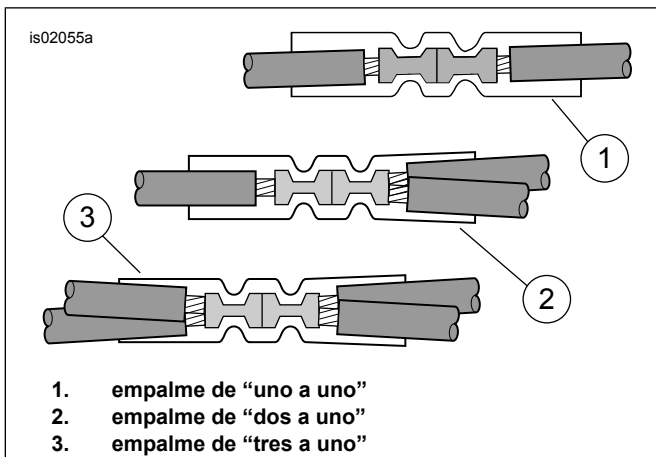
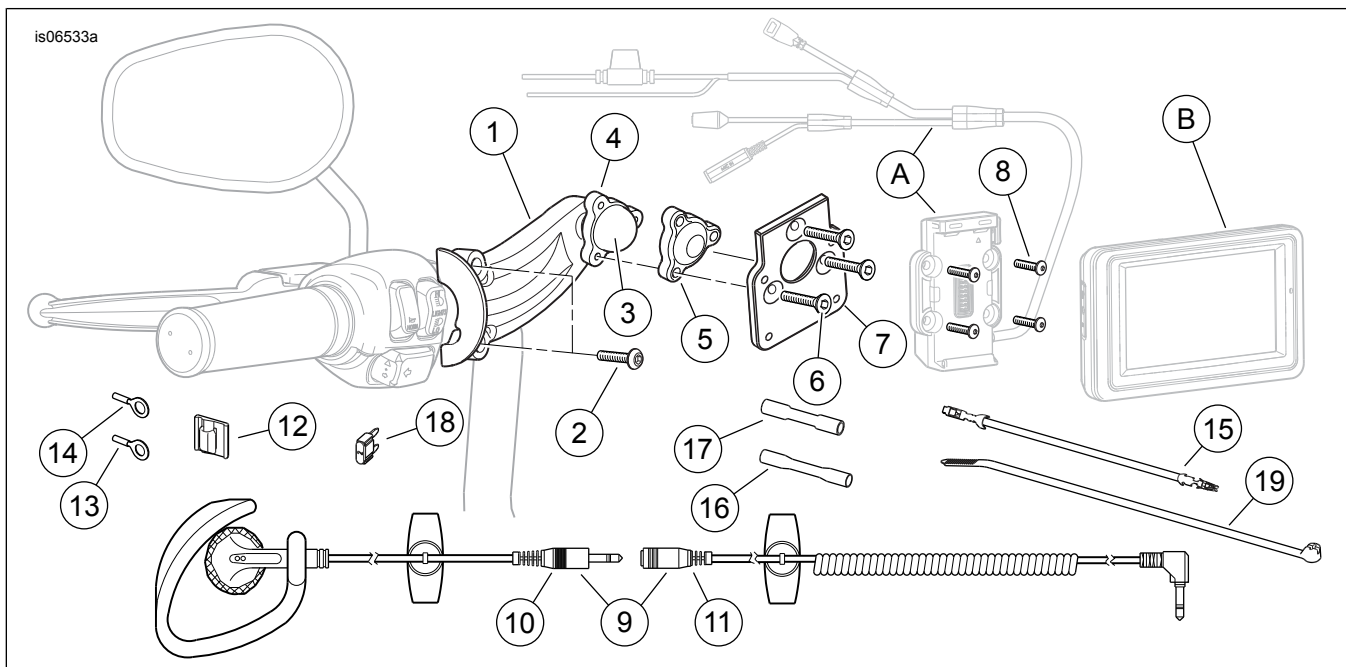

Figura 6. Configuraciones de empalmes
Figura 16. Piezas de servicio, Kit de soporte del manillar GPS Road Tech Zumo 660 y Zumo 665
4. Vea Figura 16. Tome el conector de empalme sellado azul (17) del kit. Consulte la Figura 6. la configuración de empalme "2 en 1". Empalme el cable de alimentación del arnés de cables de Zumo a los cables naranja/blanco del arnés principal, de acuerdo con las instrucciones en el apéndice del Manual de servicio.
6. Vea Figura 16. Tome el conector de empalme sellado azul (17) del kit. Vea Consulte la Figura 6., la configuración de empalme "1 a 1". Empalme el cable de alimentación del arnés de cables de Zumo al cable del adaptador, de acuerdo con las instrucciones en el apéndice del Manual de servicio.
7. Instale el fusible de 2 A (18) del kit en la cavidad de fusible "ABIERTA" para completar el circuito.
3. Vea Figura 16. Tome el conector de empalme sellado azul (17) del kit. Consulte la Figura 6., la configuración de empalme "2 en 1". Empalme el cable de alimentación del arnés de cables de Zumo a los cables naranja/blanco cortados, de acuerdo con las instrucciones en el apéndice del Manual de servicio.
6. Vea Figura 16. Tome el conector de empalme sellado azul (17) del kit. Vea Figura 6, la configuración de empalme “1 a 1”. Empalme el cable de alimentación del arnés de cables de Zumo al cable del adaptador, de acuerdo con las instrucciones en el apéndice del Manual de servicio.
3. Vea Figura 16. Tome el conector de empalme sellado azul (17) del kit. Vea Figura 6, la configuración de empalme “2 en 1”. Empalme el cable de alimentación del arnés de cables de Zumo a los cables naranja/blanco del arnés principal, de acuerdo con las instrucciones en el apéndice del Manual de servicio.
6. Vea Figura 16. Corte el exceso de longitud del cable naranja/blanco del arnés de la Zumo. Con el conector de empalme sellado azul (17) del kit, empalme ese cable en el cable del adaptador instalado en el paso 4.
7. Instale el fusible de 2 A (18) del kit en la cavidad del fusible marcada “P&A IGN”, “2A MAX”, para completar el circuito.
- **Puede empalmar hasta tres accesorios en el arnés de conexión eléctrica.** Para ver múltiples configuraciones de empalmes Consulte la Figura 6.
3. Vea Figura 16. Tome el conector de empalme sellado azul (17) del kit. Consulte la Figura 6. la configuración de empalme "2 en 1". Empalme el cable de alimentación del arnés de cables de Zumo a los cables naranja/blanco del arnés principal, de acuerdo con las instrucciones en el apéndice del Manual de servicio.
4. Instale el fusible de 2 A (18) del kit en la cavidad del fusible para completar el circuito.